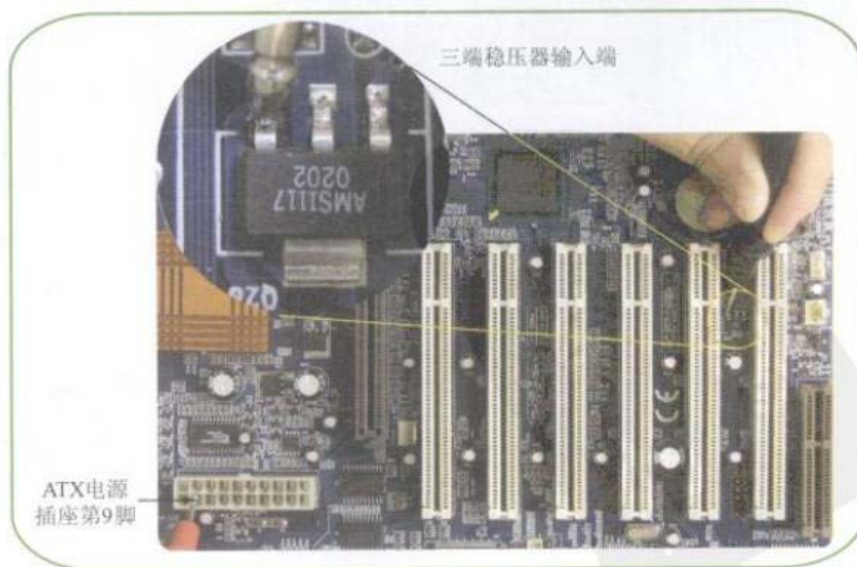

图6-21 测量ATX电源插座第9脚到三端稳压器输入脚的线路
**Step 01** 首先将万用表调到“蜂鸣”挡，然后测量ATX电源插座第9脚到三端稳压器输入脚的线路，如图6-21所示。